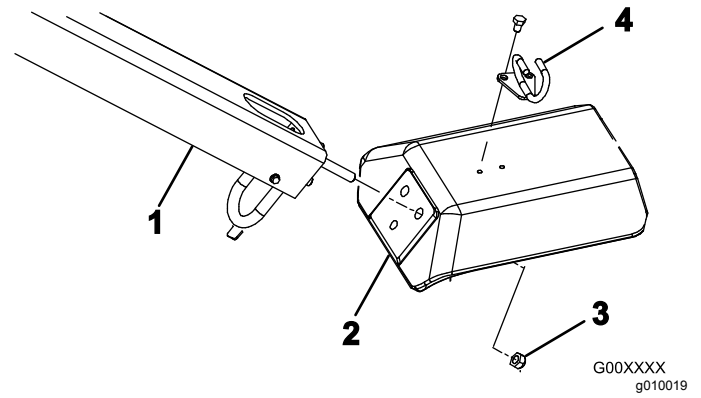

图4
2. 将手柄安装螺栓插入固定叉的孔中 图4。
3. 用 3 个锁紧螺母 ½ 英寸将手柄螺栓固定到固定叉上 图4。
5. 用 2 个螺栓 5/16 x ½ 英寸将线缆导管安装至固定叉 图4 的顶部。